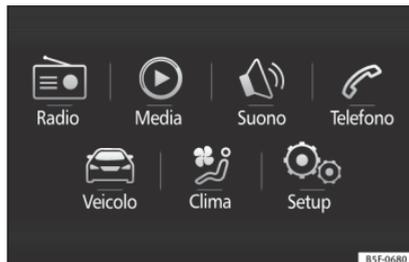

Fig. 40 Easy Connect: Menu principale.
- Premere il tasto **(MENU)** del sistema e, quindi, il tasto di funzione **(Veicolo)** » **fig. 40** o il tasto **(CAR)** del sistema per accedere al menu **Veicolo** » **fig. 41**.